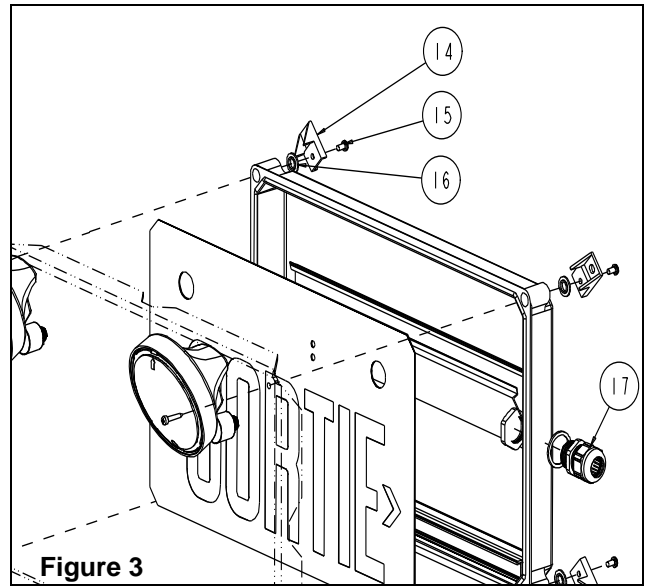

Figure 3
- Pour les unités double-face, enlever une unité et suivre les instructions pour la configuration de support désirée. Réinstaller l'unité secondaire. Installer les raccords étanches sur le côté de chaque unités. Pour ce faire, percer un trou de diamètre de 3/4" et installer les raccords tel qu'illustré à la figure 3. S'assurer que les raccords n'interfèrent pas avec la lentille. Utiliser le câble fourni pour relier le courant alternatif à la deuxième unité.